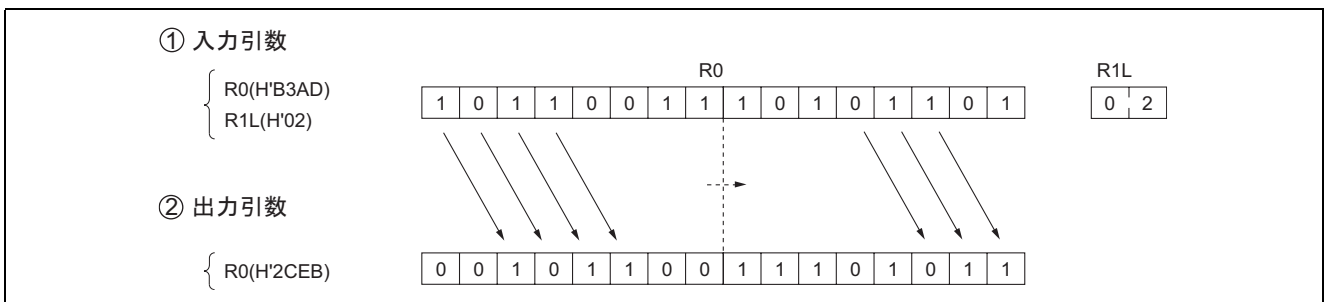

図 10-1 ソフトウェア SHR の実行例
(2) 図 10-1 にソフトウェア SHR の実行例を示します。